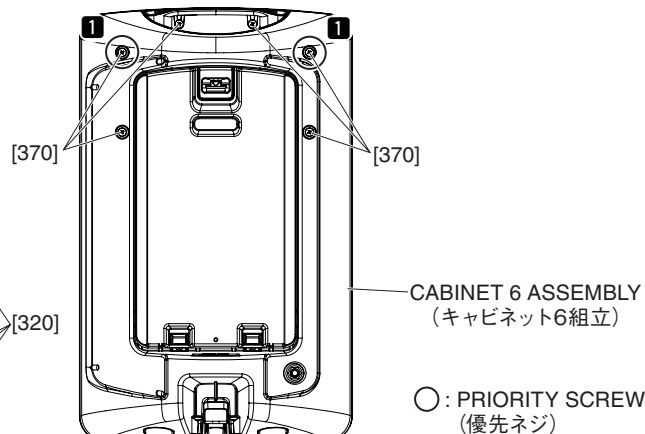
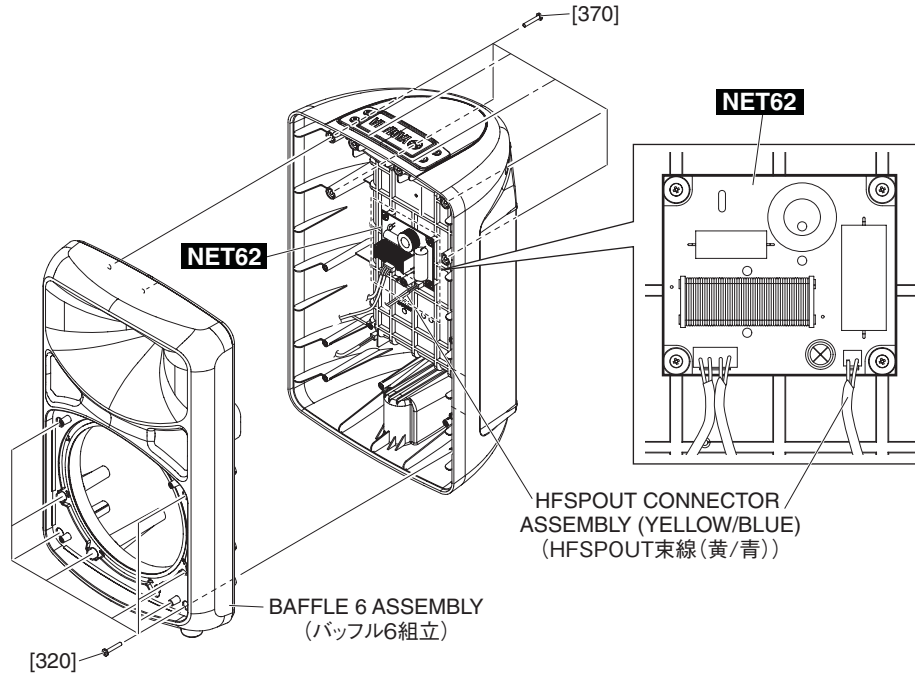

Fig. A-4 (図A-4)
Fig. A-5 (図A-5)
A-3-3 Remove the eight (8) screws marked [320] and six (6) screws marked [370]. The baffle 6 assembly can then be removed. (Fig. A-4, Fig. A-5)
* **When installing the baffle 6 assembly, first tighten the two (2) priority screws each, as shown in Fig. A-4. (Fig. A-4)**
A-3-4 Disconnect the connectors of the HFSPOUT connector assembly (yellow/blue) from the NET61 circuit board. (Fig. A-5)
A-3-3 [320] のネジ 8 本と [370] のネジ 6 本を外して、バッフル 6 組立を外します。(図 A-4、図 A-5)
※ バッフル 6 組立を取り付けるときは、図に示す優先ネジ各 2 本を先に締めてください。(図 A-4)
A-3-4 NET61 シートから HFSPOUT 束線 (黄/青) のコネクタを外します。(図 A-5)